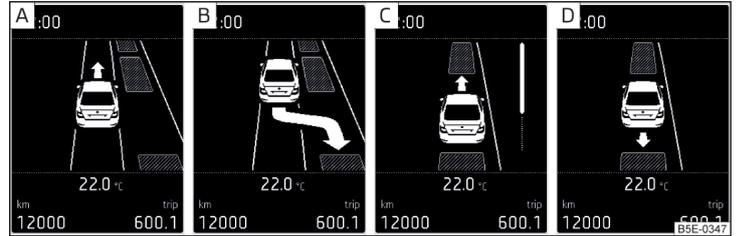

Abb. 165 Displayanzeige
Displayanzeige » Abb. 165
Findet das System eine Parklücke, dann wird diese Parklücke im Display angezeigt » Abb. 165 - **A**.
- Noch weiter vorfahren, bis im Display die Anzeige erscheint » Abb. 165 - **B**.
- Wenn im Display der Pfeil nach vorn blinkt » Abb. 165 - **C**, dann den 1. Gang einlegen bzw. den Wählhebel in Stellung **D** stellen.
- Wenn im Display der Pfeil nach hinten blinkt » Abb. 165 - , dann erneut den Rückwärtsgang einlegen bzw. den Wählhebel in Stellung **R** stellen.